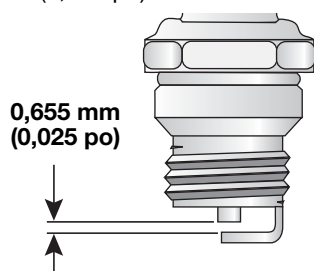

Fig. 40
3. Remplacez toute bougie fendillée, encrassée ou sale. Réglez l'écartement à 0,655 mm (0,025 po) à l'aide d'une jauge d'épaisseur (Fig. 40).